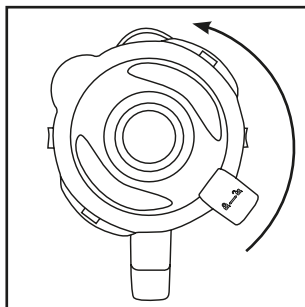
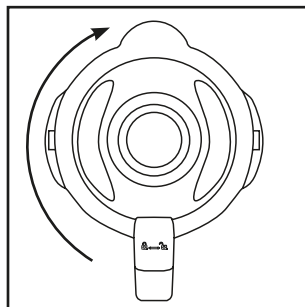

Fig. 1
Fig. 2
- 1) Rode o copo misturador ③ para a esquerda, até a seta ▼ por baixo da pega do copo misturador ficar sobre a posição ↶. Levante o copo misturador ③ a direito, retirando-o do bloco do motor ⑥.
- 2) Remova a tampa ②, rodando-a para a esquerda na direção da posição ↶ (ver fig. 1), até a conseguir puxar para cima.
- 3) Encha o copo misturador ③.
- 4) Volte a colocar a tampa ② desalinhada no copo misturador ③ e pressione-a firmemente. Feche a tampa ②, rodando-a no sentido dos ponteiros do relógio, para a posição ↷, até ela encaixar de forma audível (ver fig. 2). Verifique se o bico de esvaziamento no copo misturador ③ está fechado. O motor só pode arrancar quando a tampa ② estiver corretamente alinhada.